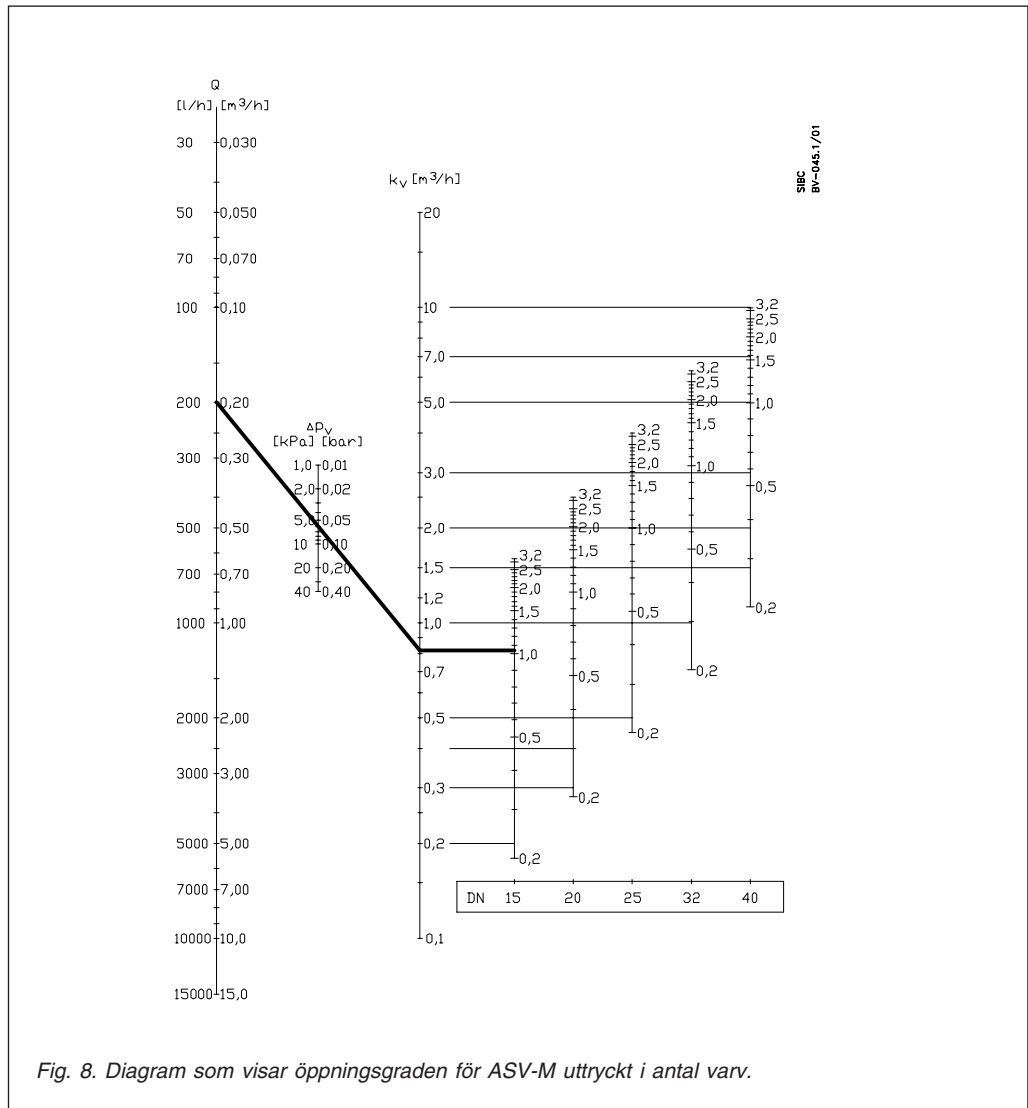

Fig. 8. Diagram som visar öppningsgraden för ASV-M uttryckt i antal varv.
När mätutrustningens snabbkopplingar är anslutna öppnas mätnipplarna genom att vrida dem ett halvt varv moturs med en 8 mm fast nyckel. Det aktuella differenstrycket över en fullt öppen ventil kan omsättas till aktuellt flöde med hjälp av tryckfallskurvan för ASV-M, fig. 8.
- Ventilen öppnas delvis (t ex 1 varv) genom att vrida ratten moturs. Det uppmätta tryckfallet räknas om med hjälp av ovanstående diagram, fig. 8.